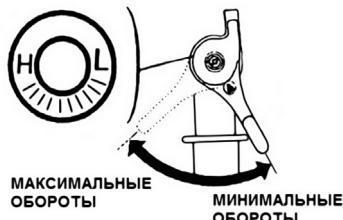

Рис. 15 Рычаг газа
- Переведите рычаг газа на 1/3 хода в сторону положения максимальных оборотов двигателя (Рис. 15).